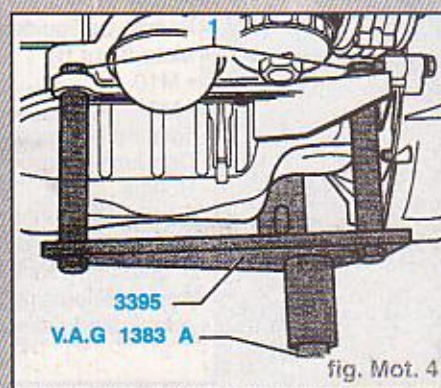

fig. Mot. 4
- Présenter le support de moteur 3395 sur le bloc-cylindres et le serrer à 40 N.m avec les écrous de fixation (1) (fig MOT 4).